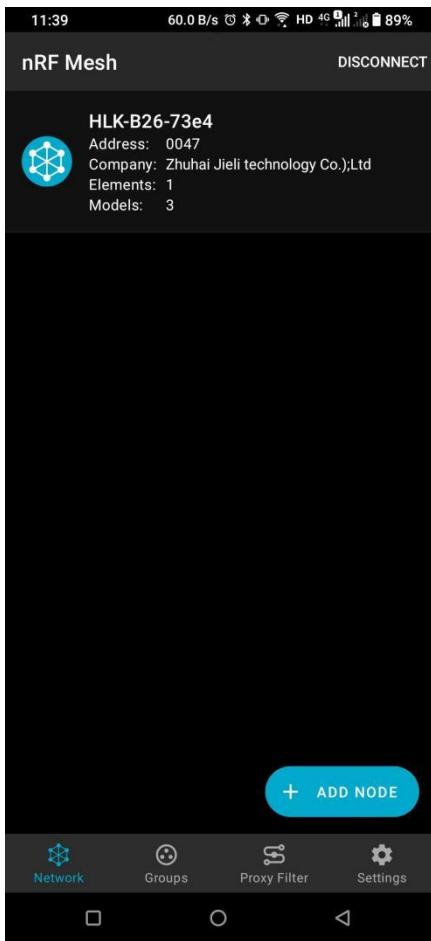
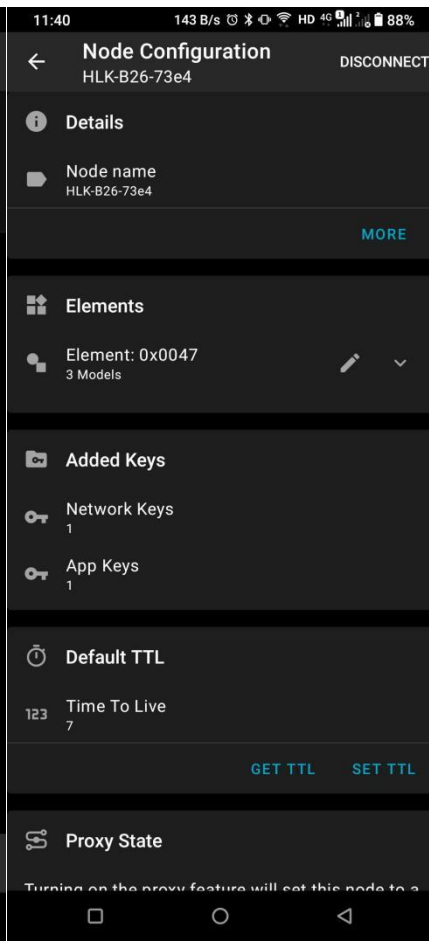
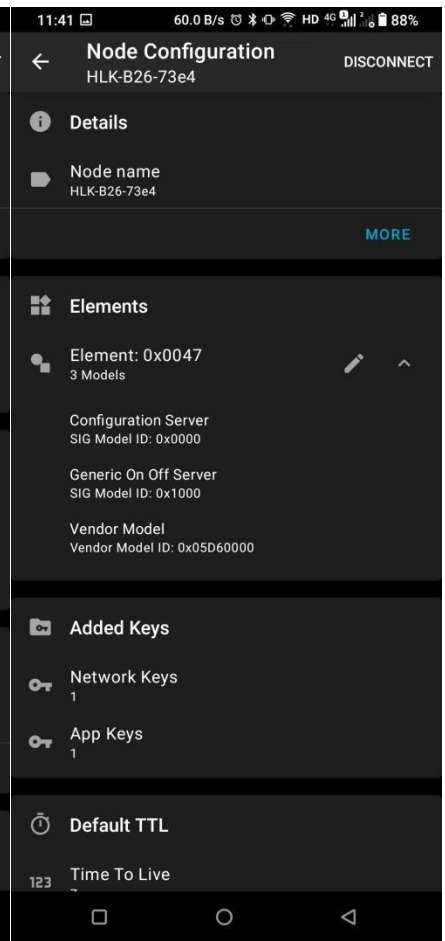

图7
图8
图9
3) 配好网的节点如图7显示，点击节点进入图8查看信息和操作，点击Element右侧下拉按钮可以查看拥有的model如图9，点击Generic On Off Server进入model的操作界面；